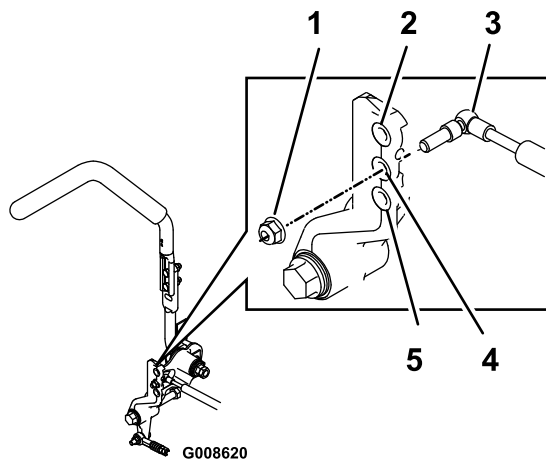

**Figure 86**
11. Réglez la longueur des tiges de pompes en tournant les doubles écrous dans le sens voulu jusqu'à ce que les roues tournent légèrement en marche arrière (Figure 86).